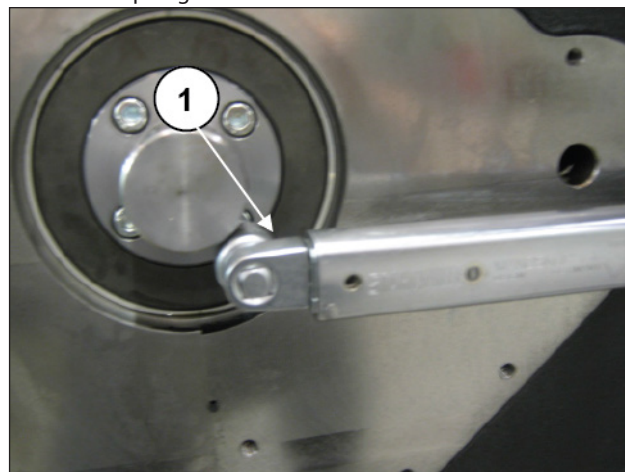

Fig. 123
Monte o espigão do comando da bomba de óleo no eixo de manivela mediante os quatro parafusos M8 (pos. ①, Fig. 123) e aperte com chave dinamométrica com torque de aperto indicado no parágrafo 3.